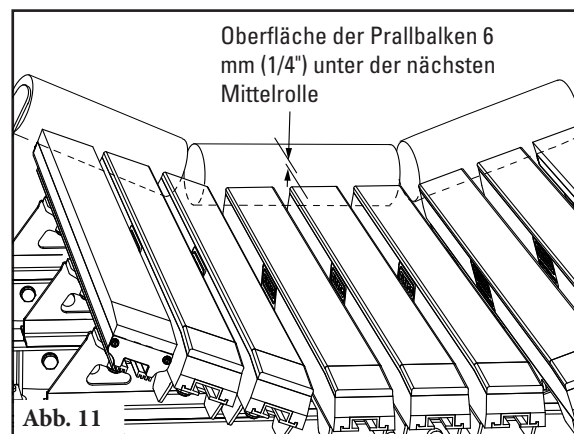

Abb. 11
11. **Den korrekten Abstand zwischen Übergabetrichter und Förderband überprüfen.** Referenztabelle 2 zur Überprüfung der Höhe der Mittelrolle zu Rate ziehen. Bei Betten mit Vollbalken sollte dies einen Abstand von 6 mm (1/4") ergeben, um das Band anzuheben (Abb. 11). Wenn der Abstand nicht stimmt, das Bett oder die Tragrollen entsprechend unterlegen.